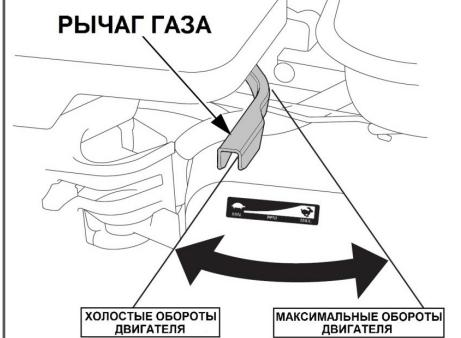

Рис. 20 Положения рычага газа
2. Открутите гайки 2 крепления полозка 1 на 1-2 оборота и установите полозок на необходимую высоту (Рис. 20). Снова затяните гайки.
4. Переведите рычаг газа на 1/3 хода в сторону положения максимальных оборотов двигателя (Рис. 20).